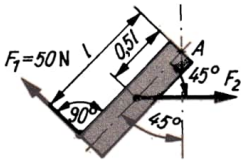

Bild 47
- 3.78** Im mechanischen System nach Bild 47 ist ein um die Achse A drehbarer Hebel (Gewichtskraft 100 N) um 45° aus der Vertikalen ausgelenkt und wird durch die Kräfte F_1 und F_2 in dieser Lage gehalten. Berechnen Sie 1. die Kraft F_2 und 2. die im Achslager angreifende Kraft F_3 (Betrag und Richtung).